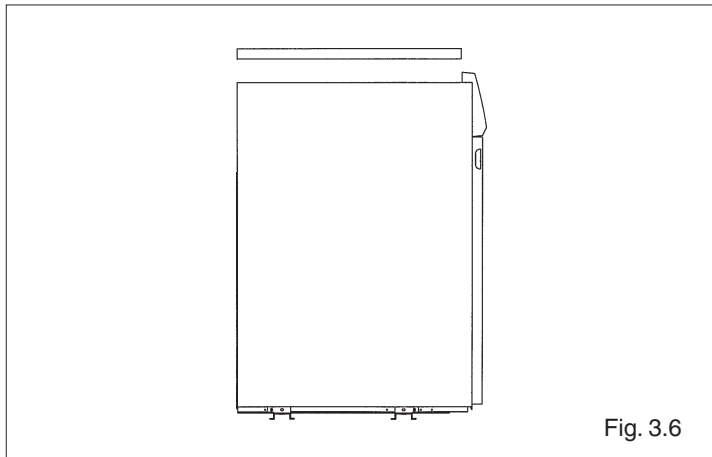

Fig. 3.6
- rimuovere il pannello superiore della mantellatura (fig. 3.6)